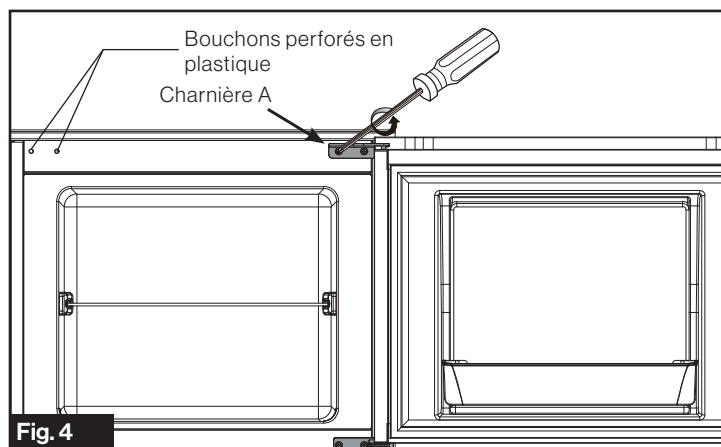

Fig. 4
1. Démontez la porte du congélateur en retirant les vis de fixation de la charnière A. (Fig. 4) Retirez les bouchons en plastique du côté gauche du réfrigérateur, puis mettez-les de côté pour une utilisation ultérieure.